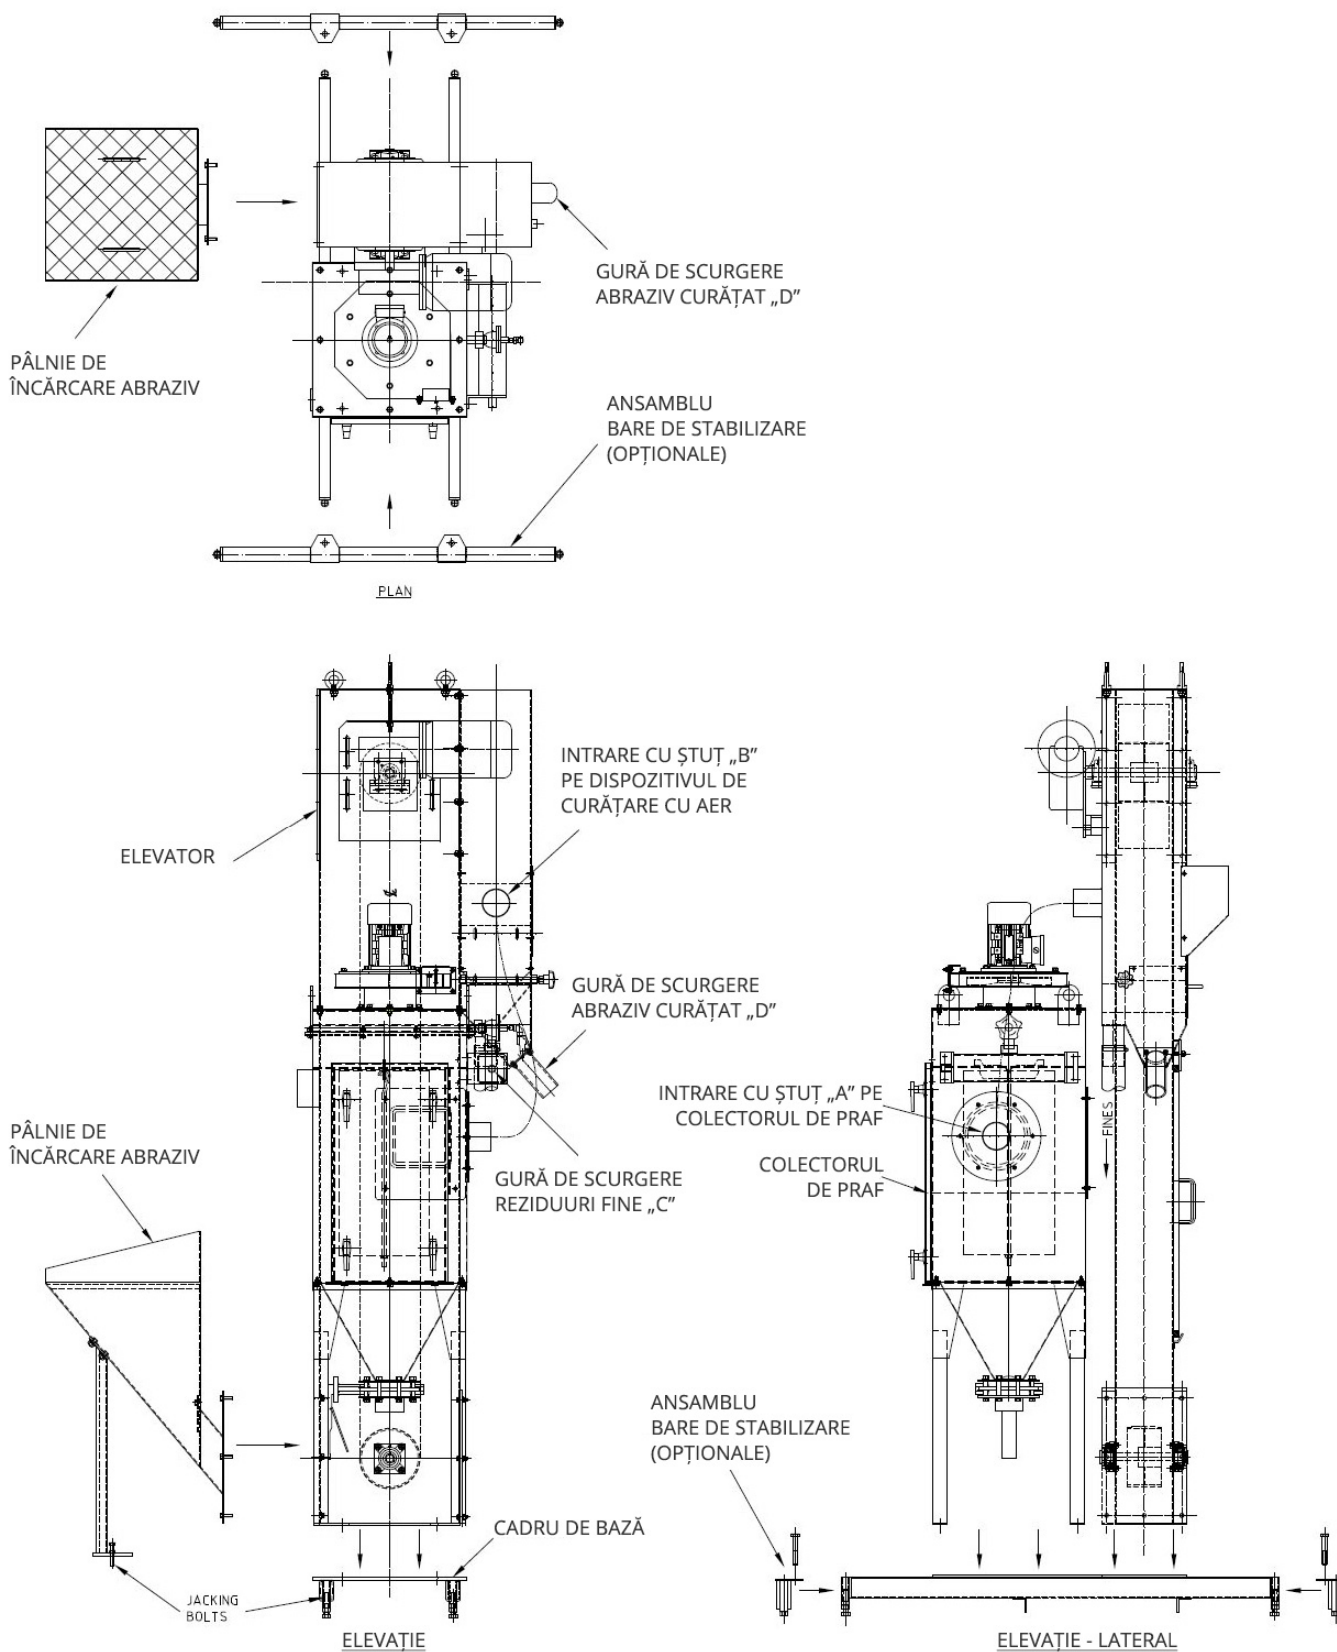

Figura 1
2.2. Echipamentul este furnizat având 4 componente principale, așa cum este arătat în Figura 1.
2.4. Atașați chingi / lanțuri de ridicare potrivite la urechile pentru ridicare aflate pe elevator, și folosind un motostivuitor sau pod rulant, ridicați cu atenție ansamblul elevator cu cupe în poziție verticală, deasupra peste cadrul de bază, așa cum se arată în Figura 1.
- 2.7. Acum ataşați cu atenție pâlnia pentru umplere cu material abraziv pe marginea de jos a elevatorului cu cupe, ca în Figura 1, folosind șuruburile și garniturile livrate.
- 2.19. Poziționați o bară de stabilizare la fiecare capăt al cadrului de bază, înșurubați bara de stabilizare la cadrul de bază folosind bolturile (șuruburile) M16 x125 LG livrate, vezi Figura 1.
- 3.10. Poziționați instalația de sablare (opțională) direct sub gura de vărsare a abrazivului curățat „D”, așa cum este arătat în Figura 1.